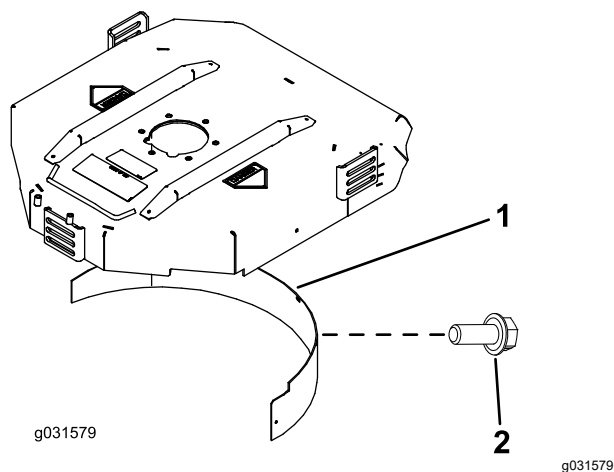

图 20
2. 将碎草隔板装入后开口内并使用 5 个凸缘头螺栓进行固定 (图 20)。